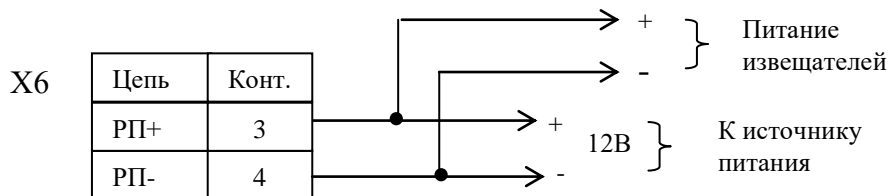

Рисунок 9
- Подключить извещатели, которые не должны отключаться при снятии ШС с охраны, к клеммам "3" и "4" колодки Х6 или к отдельному источнику питания (рисунок 9).